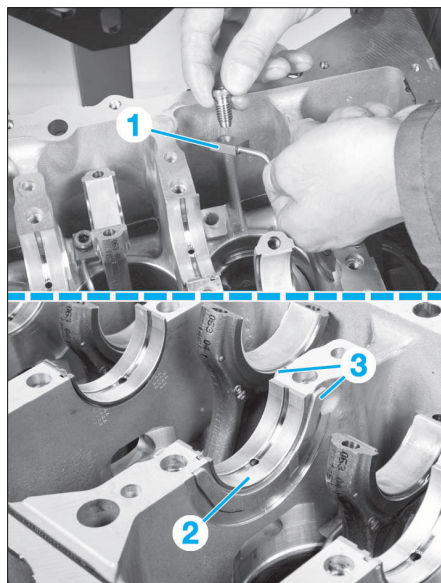
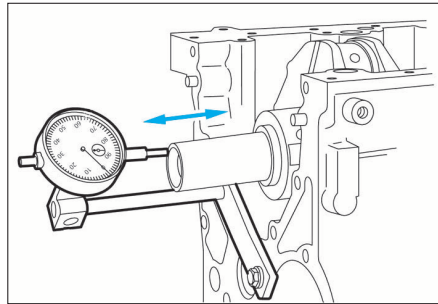

FIG. 98
FIG. 99
- Reposer les gicleurs de fond de pistons (1) (Fig.98).
- Monter dans le bloc-cylindres les coussinets (2) rainurés, huilés, suivant la classe déterminée pour chaque tourillon.
- Placer de chaque côté du palier n°2 (côté volant moteur), les cales de réglage (3) du jeu axial avec la face rainurée côté vilebrequin.
- Contrôler le jeu axial du vilebrequin (Fig.99). S'il est hors tolérance (voir "Caractéristiques"), mesurer l'épaisseur des cales de jeu axial et les changer